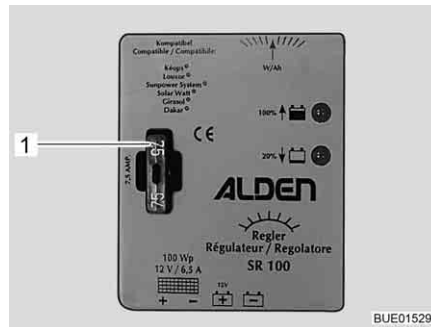

Bild 187 Säkring till laddningsregulator för solpanel 100 W
- Byt flatsäkring 5 A/ljusbrun (Bild 187,1).